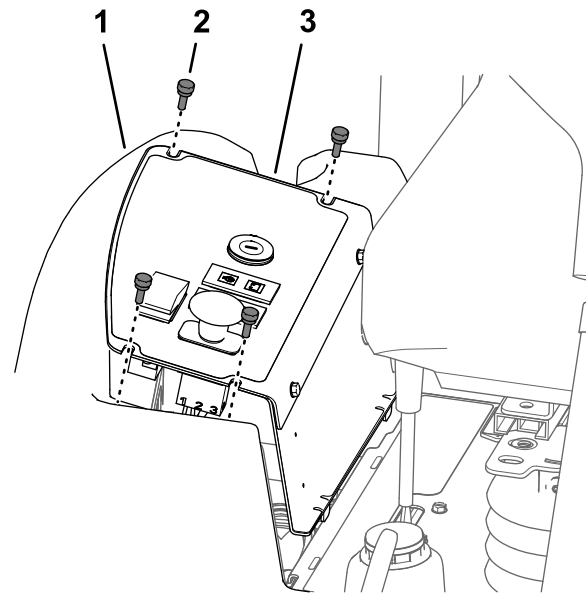

Bild 54
2. Heben Sie die Armaturenbrettplatte an (Bild 54).
1. Nehmen Sie die vier Rändelschrauben ab, mit denen die Armaturenbrettplatte am Kraftstofftank befestigt ist (Bild 54).
3. Richten Sie die Schlitz an der Oberseite des Armaturenbretts an den Löchern im Flansch des Kraftstofftanks aus (Bild 54).
4. Befestigen Sie die Armaturenbrettplatte mit den vier Rändelschrauben am Flansch des Kraftstofftanks (Bild 54), die Sie in Schritt 1 bis Entfernen der Armaturenbrettplatte \(Seite 52\) entfernt haben.